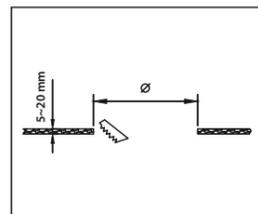

Рис. 1
- 7.2. Сделайте отверстие в потолке соответствующего размера для монтажа светильника (Рис.1).